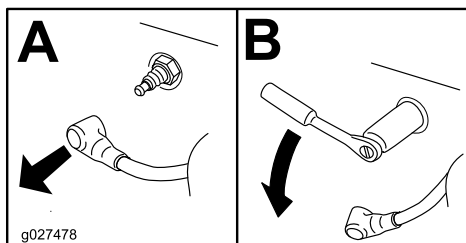

Figura 46
- Individuate e rimuovete la/e candela/e, come illustrato nella Figura 46.